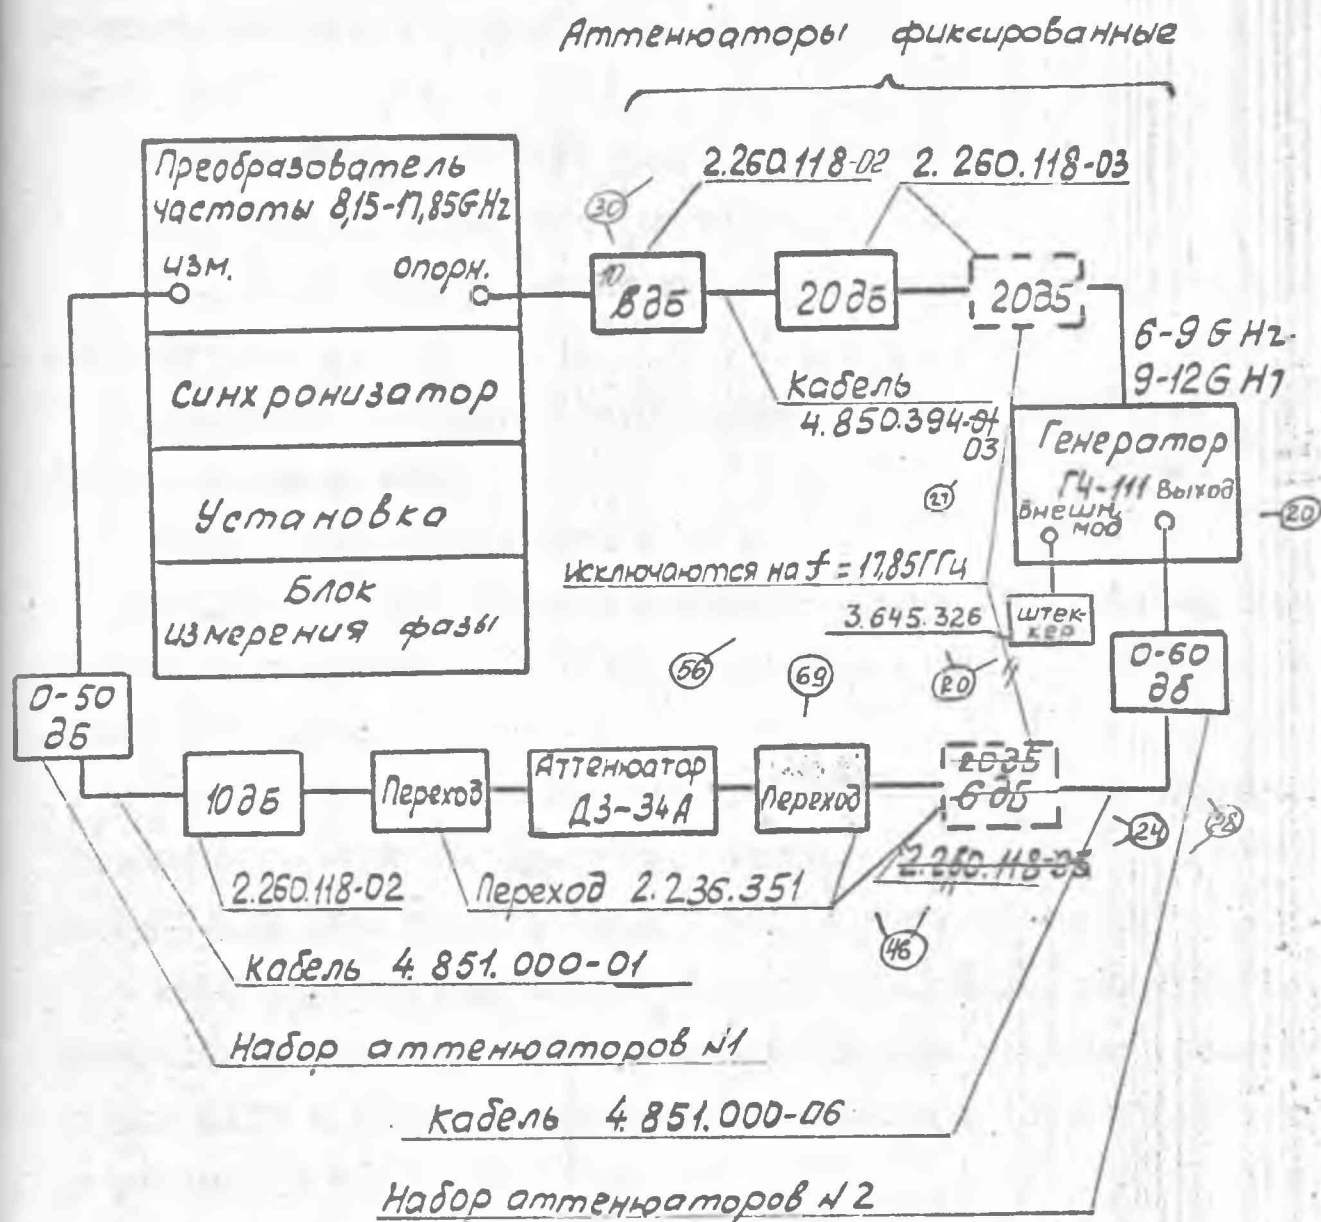

Рис. 91 Схема электрическая структурная
13.3.13. Определение погрешностей ослабления и фазы  $\delta A_n$ ,  $\delta U_n$ ,  $\delta A_n$ ,  $\delta U_n$ ,  $\delta A$  и  $\delta U$  на частотах 4,0; 5,6; 8,15; 8,2 ГГц проводится по схемам, приведенным на рис. 89, 90; на частотах 12,05; 17,85 ГГц – по схеме, приведенной на рис. 91.
При работе по схеме рис.91 установите ослабление аттенюаторов № I равным 50 дБ, набора аттенюаторов № 2 равным 30 дБ, а на частоте  $\varphi = 17,85$  ГГц равным 40 дБ.